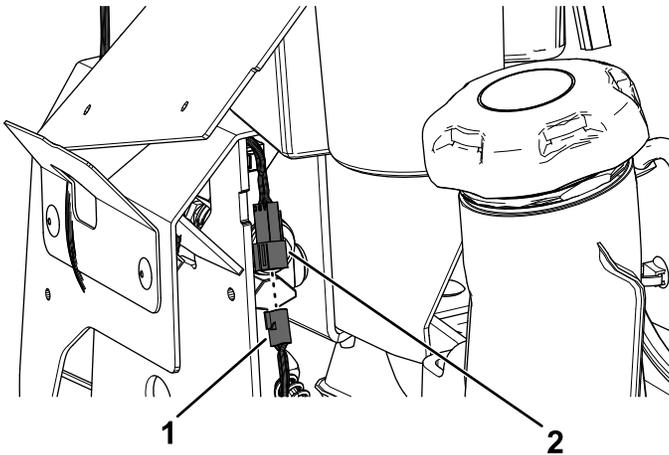

Figura 17
2. Conecte el conector del arnés de cables del kit al conector de la palanca de control de movimiento izquierda nueva (Figura 17).